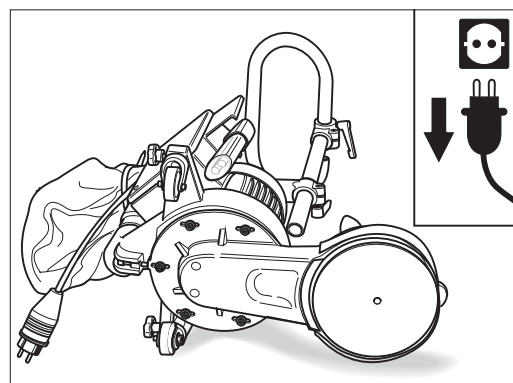

Abb. 77: Die UNICO nur auf die **linke** Seite legen.
- Legen Sie die UNICO **immer** auf die **linke** Seite (Abb. 77)! Dadurch vermeiden Sie Beschädigungen am Boden.